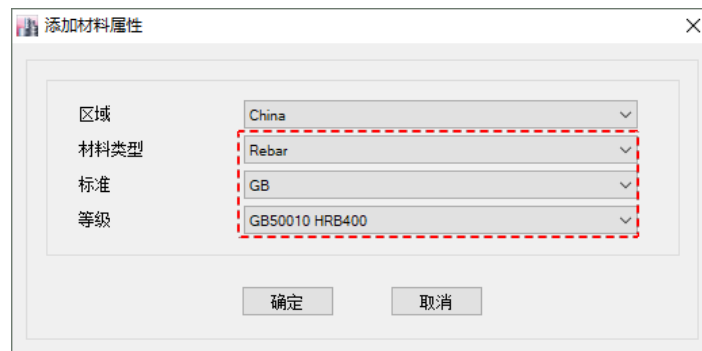

图 3-4 添加材料属性对话框
4. 重复上述操作 1)~3)完成钢筋材料属性 **HRB400** 的定义，在**标准**下拉列表中选择 **Rebar**，如图 3-4 所示：